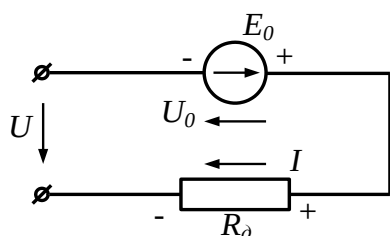

Рисунок 97
На основании уравнения (48) нелинейный элемент можно представить схемой последовательного соединения ЭДС $E_0 = U_0$ и динамического сопротивления R_0 (рис.97). При этом $U = -E_0 + IR_0$.